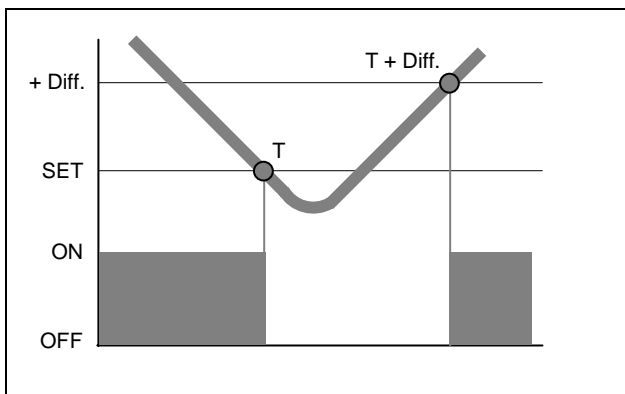

Figura 29 – PRINCIPIO DI FUNZIONAMENTO IN MODALITA' Tamb/TEst IN CONDIZIONAMENTO
In funzionamento in condizionamento (vedi Figura 29), l'impianto è acceso sino a quando viene raggiunto il valore di temperatura ambiente programmato (T); al raggiungimento del valore di temperatura ambiente programmato (T), l'impianto viene spento e viene riacceso se viene successivamente raggiunto il valore di Temperatura ambiente programmato + il valore del Differenziale impostato (T+ Diff).